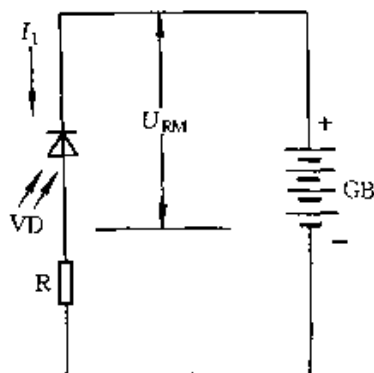

图 2-280
① 最高工作电压 U_{RM} ,是指在不光照、反向电流不超过规定值(通常为 $0.1\mu A$)的前提下,光电二极管所允许加的最高反向电压,如图 2-280 所示。光电二极管的 U_{RM} 一般在 $10 \sim 50V$
② 光电流 I_L ,是指在受到一定光照时,加有反向电压的光电二极管中所流过的电流,约为几十微安,如图 2-280 所示。一般情况下,选用光电流 I_L 较大的光电二极管效果较好。